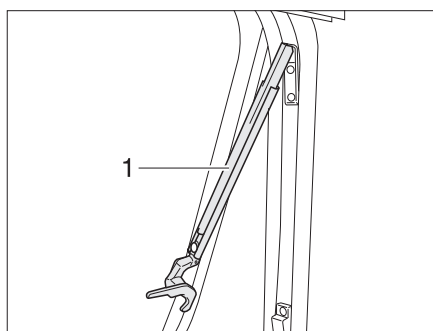

Bild 70 Överkantshängt fönster med automatik-spärrar, öppet
- Öppna det överkantshängda fönstret till önskat läge. Automatik-spärren (Bild 70,1) hakar fast automatiskt.